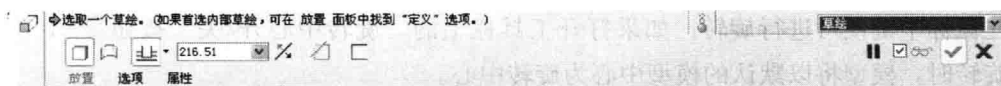

图 1-5 拉伸特征操控板
调用该命令后，在设计界面的上部将出现如图 1-5 所示的拉伸特征操控板，用来确定拉伸特征的相关参数。
(4) 设置特征深度。通过确定特征的拉伸深度可以确定特征的大小。确定特征深度的方法有很多，可以直接在文本框中输入代表深度尺寸的数值（见图 1-5），也可以使用参照进行设置。